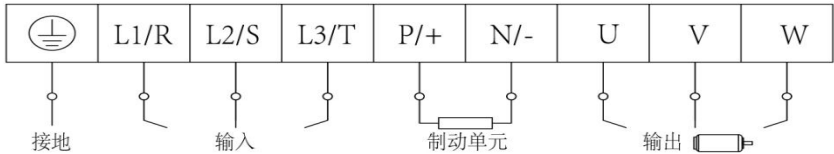

图 3-7 端子示意图
- 1、在变频器控制端子附件有一拨码开关 J7，具体连接方法如图 3-7。